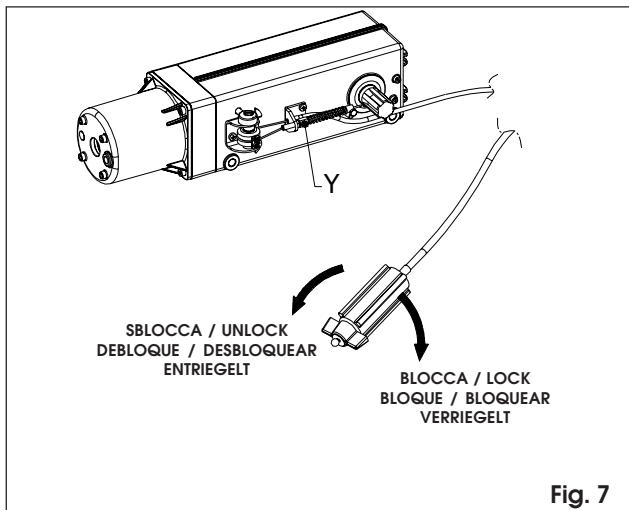

Fig. 7
- 10) Infine, **regolare** la buona funzionalità dello sblocco tramite il registro **Y**, come in Fig.7.
- 10) Finally **adjust** the release device so that it is perfectly functional using adjuster screw **Y** as shown in Fig.7.
- 10) Enfin, régler le déclenchement du déverrouillage au moyen des vis d'ajustement Y, comme indiqué en Fig.7.
- 10) Finalmente, regular el funcionamiento del dispositivo mediante los registros Y, como ilustra la Fig.7.
- 10) Mit den Register Y schließlich gem. Abb. 7 den Betrieb der Notentriegelung einstellen.